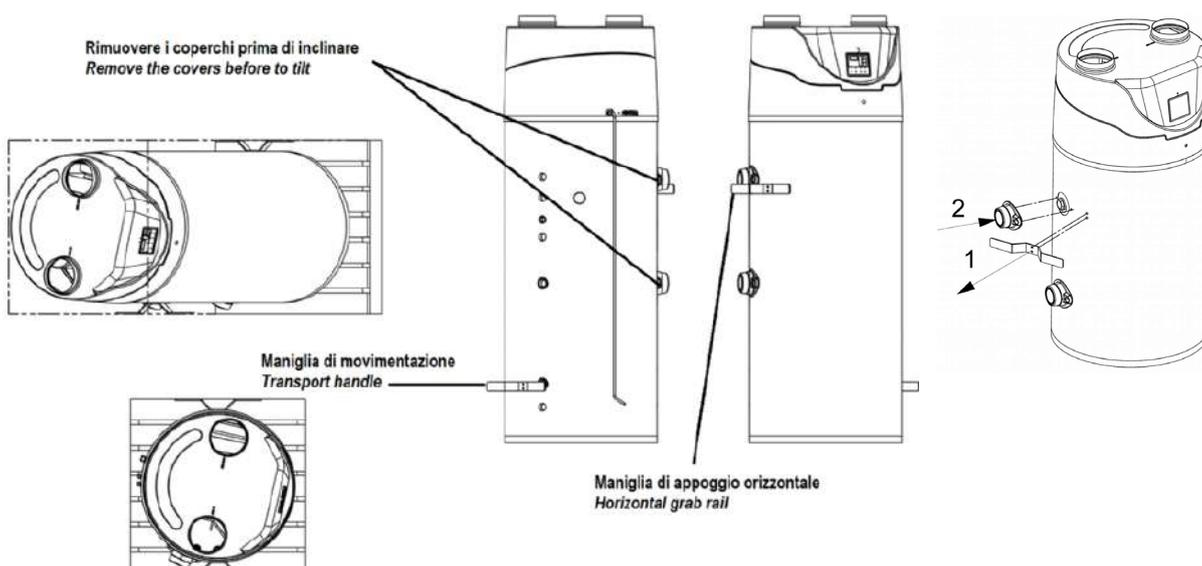

Fig.3
## 2.2 MOVIMENTAZIONE E TRASPORTO (Fig. 3)
- Per i modelli 180 la calotta di protezione anodo (2 Fig.3) è fornita non montata. Provvedere al montaggio una volta rimossa la maniglia superiore (1 Fig. 3).
L'unità deve essere movimentata ed immagazzinata in posizione verticale. E' consentito il trasporto orizzontale solo per brevi tratti e solo nella posizione indicata in fig. 3, utilizzando la maniglia superiore come appoggio insieme al pallet. In questo caso attendere almeno 3 ore prima di avviare l'unità dopo averla ricollocata correttamente in posizione verticale.
## 2.2 HANDLING AND TRANSPORT (Fig. 3)
- For the 180 models the anode protection cap (2 Fig. 3) is supplied unassembled. Carry out assembly once the upper handle has been removed (1 Fig. 3).
The unit must be handled and stored in an upright position. Horizontal transport is allowed only for short stretches and only in the position indicated in fig. 3, using the upper handle as a support together with the pallet. In this case, wait at least 3 hours before starting the unit after placing it back correctly in an upright position. The machine cover cannot withstand major stresses and therefore cannot be used for transport.